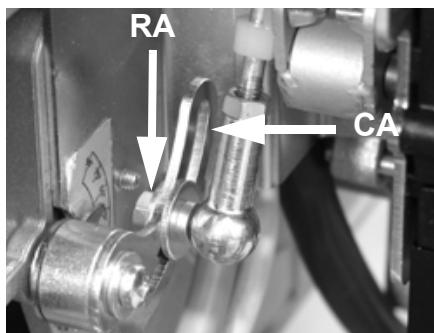
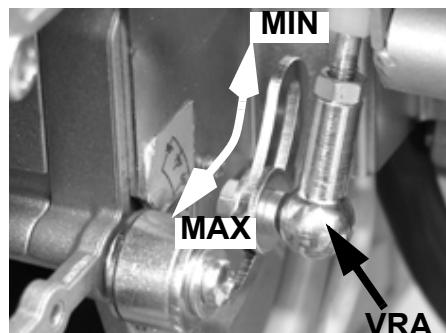

Fig. 12
Fig. 13
- 6 Per regolare la **portata d'aria** allentare il dado **RA** (Fig. 12) e muovere leva **VRA** lungo l'asola come indicato in Fig. 13, per aumentare o diminuire la portata dell'aria, fino ad ottenere la portata richiesta, bloccare quindi il dado **RA** nella posizione corrispondente.